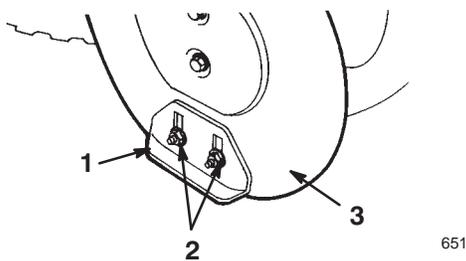

Bild 21
5. Lösen Sie die vier Bundmuttern, mit denen beide Kufen an den Seitenplatten der Schnecke befestigt (Bild 21) sind, bis sich die Kufen leicht nach oben und unten verschieben lassen.
10. Ziehen Sie die vier Bundmuttern fest, mit denen beide Kufen an den Seitenplatten der Schnecke befestigt sind (Bild 21).